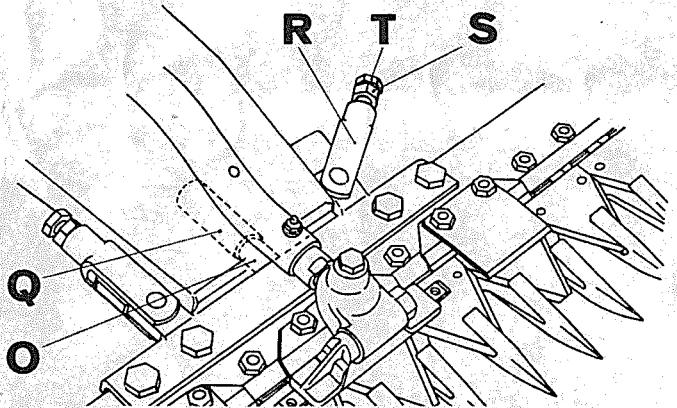

Fig.7
1. Montage des Messerbalkens am Ausleger (Fig.7)
1. Montage de la barre coupeuse (fig.7)
1. Montaggio della barra al porta-barra (fig.7)